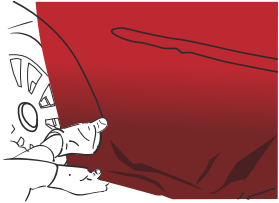

Abbildung 12
- › Erhebung mit dem Finger oder mit einer mit Wollfilz überzogenen Kunststoff rakel andrücken. (Abb. 12)